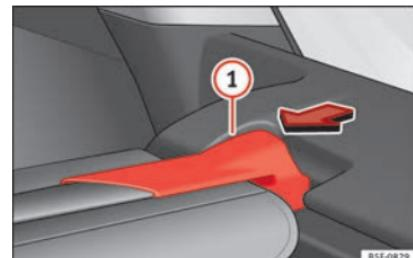

Fig. 166 Nel bagagliaio: smontare il pianale portaoggetti.
- Premere il supporto del pianale portaoggetti » fig. 166 ① nel senso della freccia.
- Fissare il supporto del pianale portaoggetti » fig. 166 ① nell'alloggiamento destro.
- Verificare che il supporto » fig. 166 ① sia incastrato correttamente.